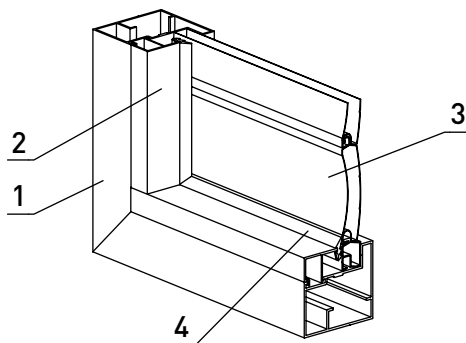

Рис. 29. Установка штапика **FLGU.400.0302, FLGU.400.0304** с уплотнителем **FRK39**
1. По контуру заполнения установить штапики **2** совместно с уплотнителем **4** (рис. 29).